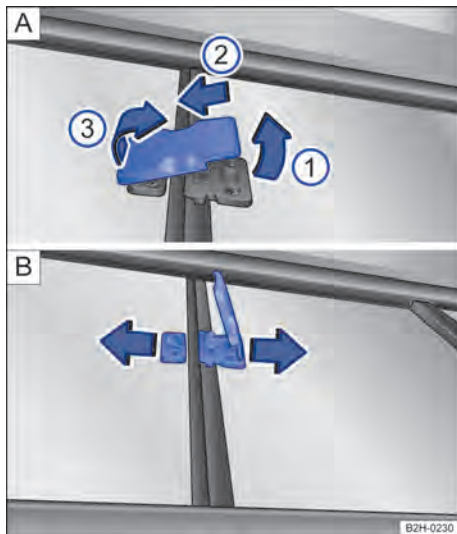

Fig. 34 No painel divisório da capota rígida do compartimento de carga: travamento do vidro correção. ▶
- Mover o travamento → Fig. 34 A levemente para cima, no sentido da seta ①.
- Empurrar o travamento na direção da seta ② até o batente.
- Rebater para fora o travamento na direção da seta ③.
- Abrir o vidro corredeço → Fig. 34 B no sentido da seta.
- Fechar o vidro corredeço → Fig. 34 B no sentido contrário à seta.
- Rebater para baixo o travamento → Fig. 34 A no sentido contrário à seta ③.
- Empurrar o travamento no sentido contrário à seta ② até o batente.
- Rebater de volta o travamento no sentido contrário à seta ①.